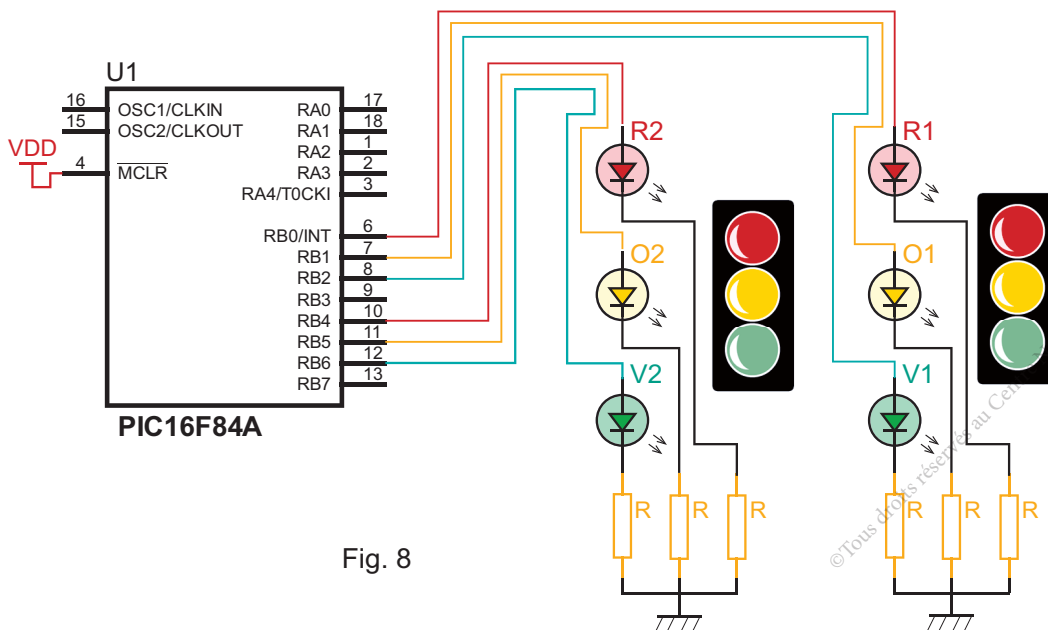

Fig. 8
Le cahier des charges fonctionnel de ce projet exige que l'organisation de la circulation soit assurée par un feu tricolore fonctionnant en deux modes (**figure 8**) :
- 3 Saisir le schéma du circuit (figure 8) sur le logiciel "Proteus ISIS". Simuler son fonctionnement.